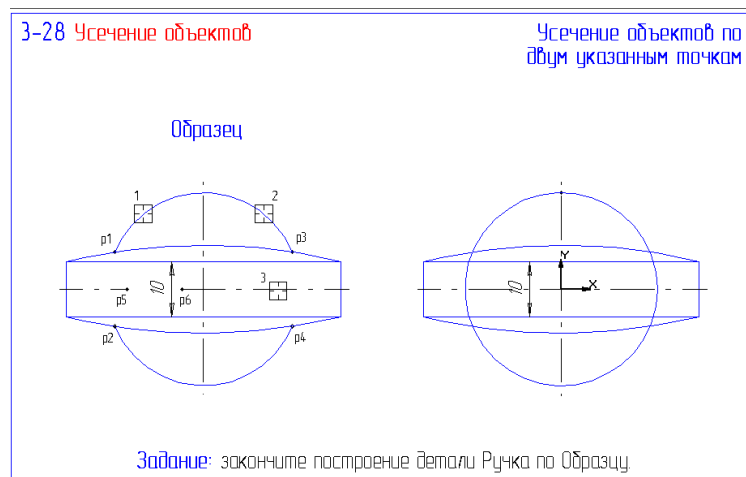

Рис. 34
36. Откройте файл фрагмента 3-28 (рис. 34) и доработайте чертеж по образцу применив команду **Усечь кривую двумя точками**. Результат сохраните.